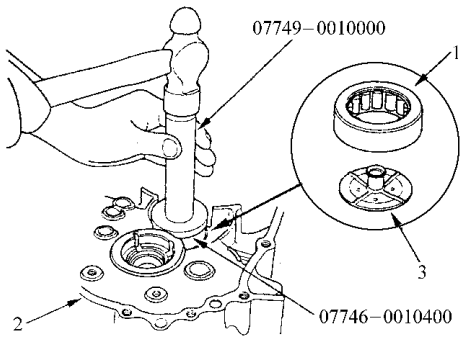

图 4-104 安装机油导板和滚针轴承
- 2) 如图 4-104 所示，将机油导板和新滚针轴承定位在离合器壳体的孔中。